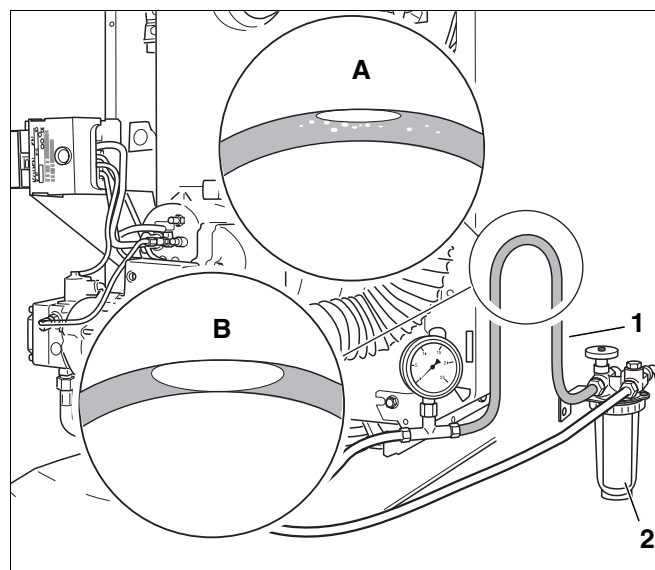

Рис. 39 Вертикальная петля прозрачного шланга
- Соединить прозрачный шланг (рис. 39, поз. 1) со всасывающей линией за топливным фильтром (рис. 39, поз. 2).
- Сделать из прозрачного шланга вертикальную петлю так, как показано на (рис. 39).
- Проверить размеры воздушного пузырька, образовавшегося в шланге (рис. 39, вид А и В).
Топливопровод достаточно герметичен, если воздушный пузырек в верхней части шланга имеет небольшие размеры (рис. 39, вид А).
Большой воздушный пузырек (рис. 39, вид В) говорит о том, что на всасывающей линии и/или в местах подключений имеются неплотности.